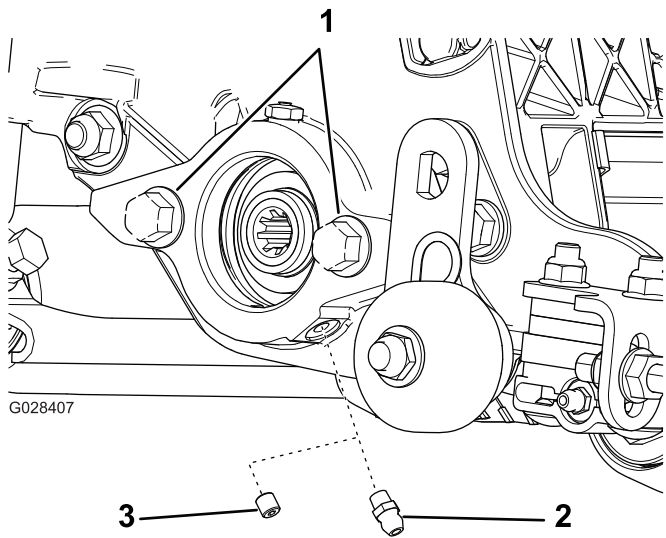

図 5
1. リールモータのサイドプレートの固定ねじを外す。ねじは廃棄する 図 5。
2. グリスフィッティングストレートを取り付ける 図 5。
3. リールモータのサイドプレートにボルトが付いていない場合は取り付ける 図 5。
バーチカッターは、全部で 5 つある取り付け位置のどこにでも取り付けることができます。図 5 のように、取り付け位置によって駆動モータの装着場所が変わりますから注意してください。バーチカットユニットの右側に油圧モータを取り付ける場合には、必ずユニットの左側にカウンタウェイトを取り付けます。ユニットの左側に油圧モータを取り付けた場合には、必ずユニットの右側にカウンタウェイトを取り付けます。